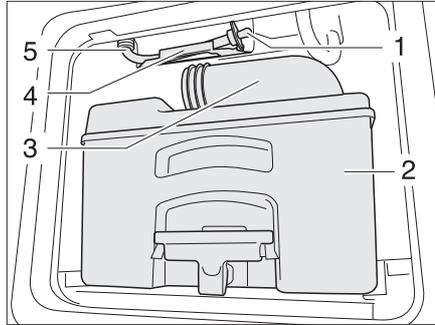

Fig. 373 Conduttura di scarico serbatoio dell'acqua toilette
- Svuotare e pulire la cassetta (Fig. 373,2) in un punto di smaltimento appositamente previsto.
- Far aprire i bocchettoni di scarico (Fig. 373,3).
- Prendere la conduttura di scarico (Fig. 373,5) dal supporto (Fig. 373,4).
- Togliere il tappo di scarico (Fig. 373,1) e far defluire l'acqua residua.